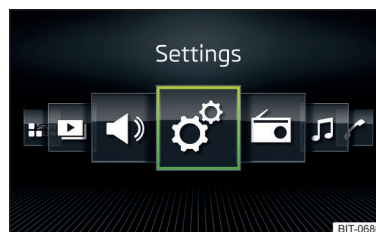

Abb. 124
- › Die Option **Raster-Anzeige** » Abb. 123 oder **Horizont. Anzeige** » Abb. 124 wählen.